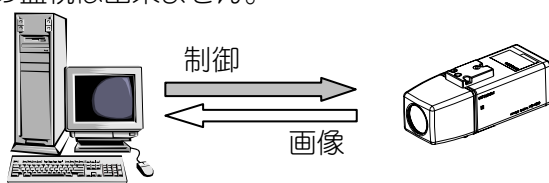

図 9-1 ユニキャストについて
- (1) 図 9-1に示すように、カメラと接続機器が 1 対 1 で通信する方式です。
- (2) 複数箇所での監視は出来ません。